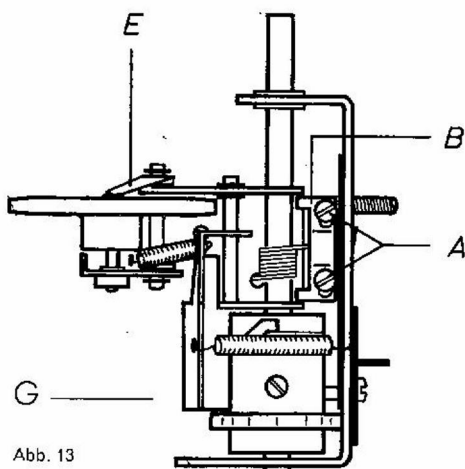
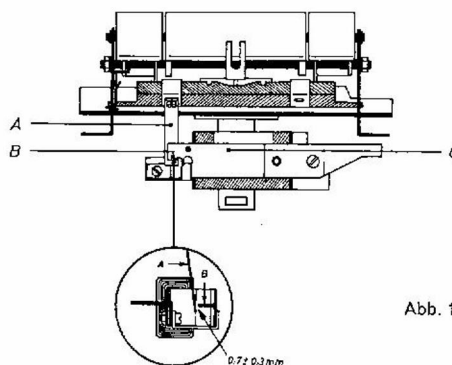

Abb. 13
Abb. 16
### 8.2 Einstellung des Reibrades (siehe Abb. 13 und 14)
Der Geschwindigkeitswähler ist auf Stellung 19,05 cm/s zu schalten. Nach Lockern der Schrauben (A) (siehe Abb. 13) wird die Brücke (B) so eingestellt, daß das Reibrad die Bedingungen unter Abs. 8.1 erfüllt.
### 9.2 Einstellung (siehe Abb. 13 und 16)
(Zwischenraum  $0,7 \text{ mm} \pm 0,3 \text{ mm}$ ; siehe Abb. 16 im Kreis.) Außerdem muß die Kontaktfeder, welche sich unter dem Netzschalter befindet, so justiert sein, daß sie in der Stellung „0“ des Geschwindigkeitsumstellers durch die Falle (G) (siehe Abb. 13) mit Masse verbunden wird.